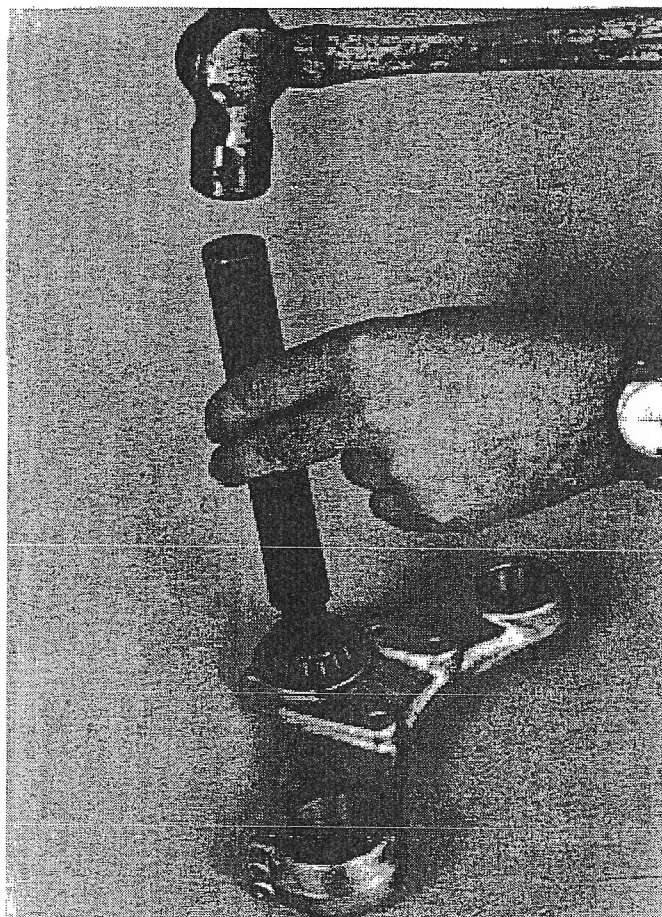

FIG.172
4. Llena también de grasa el rodamiento de la dirección. Ponlo boca abajo sobre el eje y empuja este tanto como puedas con la mano. Coge un tubo que sea más largo que el eje de la pipa de dirección y con un diámetro ligeramente mayor que el del eje. Introduce el tubo en el eje hasta que choque contra el anillo interior del rodamiento. Martillea el final del tubo hasta que el rodamientos se asiente del todo sobre la tija.(Fig 172)